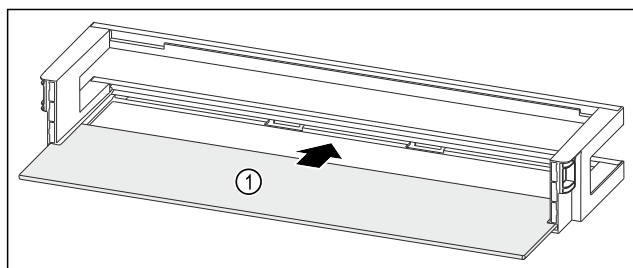

Fig. 94 Odkladací priestor vo dverách s odkladacou plochou
- ▶ Zasuňte odkladaciu plochu Fig. 94 (1) do bočných vybraní.